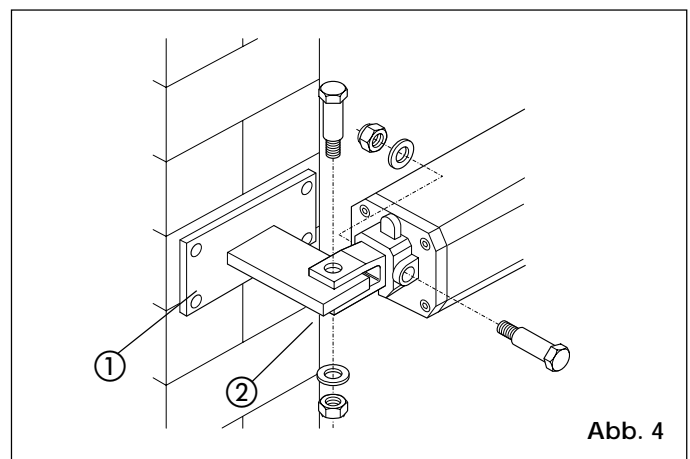

Abb. 4
Bei Eisenpfeilern den Anschluß direkt an den Pfeiler schweißen (Pos. 2, Abb. 4).
Beigemauerten Pfeilern eine entsprechende Anschlußplatte (Pos. 1, Abb. 4) einlassen und diese mit dem Anschluß gemäß Abb. 4 verschweißen.
- 2) Antrieb anhand der mitgelieferten Schraubverbindungen (Abb. 4) am hinteren Anschluß befestigen.